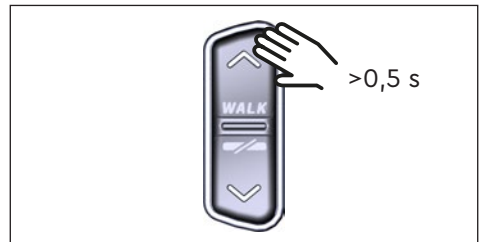

Fig. 9: Loopondersteuning activeren
- ▶ Wanneer de e-bike stilstaat, drukt u langer dan 0.5 s op de knop UP op de Remote (zie Fig. 9) om de loopondersteuning te activeren.